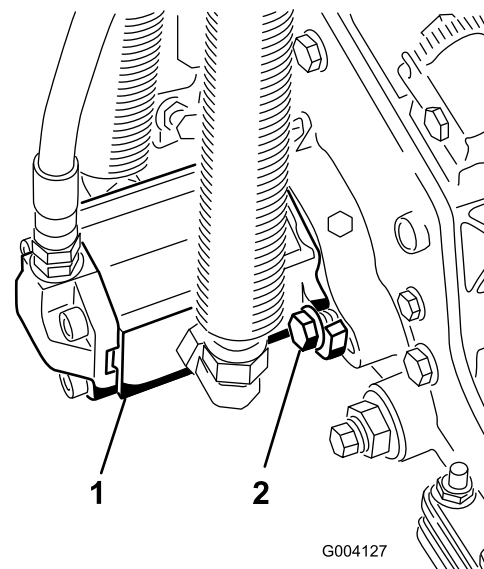

**Figure 17**
13. Fixez la chaîne du bras de relevage au support de la chaîne avec la goupille élastique (Figure 17). Utilisez le nombre de maillons mentionné dans le *Manuel de l'utilisateur* du plateau de coupe.